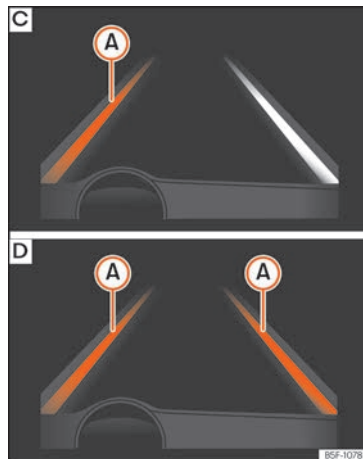

Fig. 268 En la pantalla del cuadro de instrumentos: indicación en la pantalla del sistema de aviso de salida del carril (ejemplo 2).
- El sistema está trabajando, la línea resaltada A indica que había riesgo de sobrepasar la línea de carril involuntariamente y está actuando sobre la dirección para corregir la trayectoria »» fig. 268 C.
- Las dos líneas resaltadas A se encienden a la vez cuando tenemos las dos líneas de carril reconocidas y la función de Guiado adaptativo en el carril está activada »» fig. 268 D.